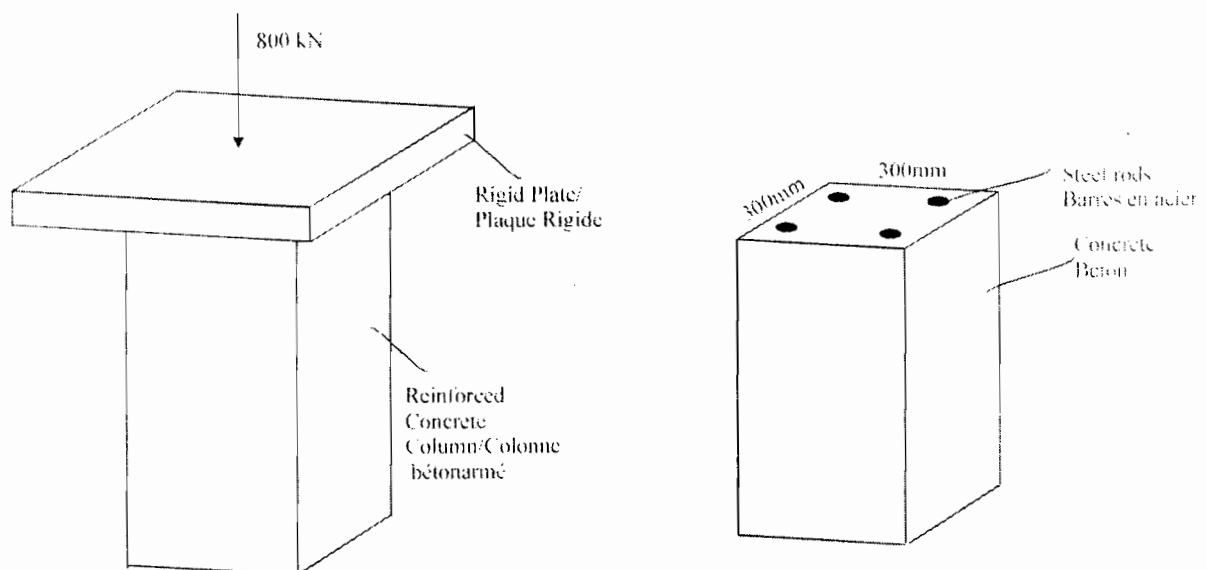

Figure 3
3. A square concrete column of 300×300 mm, as shown in Fig. 3, is reinforced with four identical steel bars. If the column is subjected to an axial compressive force of 800 kN, determine the required diameter of each reinforcing steel bar so that one-fourth of the load is carried by the steel and three-fourths by the concrete. Assume $E_{\text{steel}} = 200$ GPa and $E_{\text{concrete}} = 25$ GPa. (40 points)
3. Une colonne en béton carrée de 300×300 mm, illustrée dans la Fig.3, est renforcée avec quatre barres en acier identiques. Si la colonne est soumise à une force de compression axiale de 800 kN, déterminez le diamètre requis de chaque barre en acier de sorte qu'un quart de la charge soit porté par l'acier et les trois-quarts par le béton. Assumez $E_{acier} = 200$ GPa et $E_{béton} = 25$ GPa. (40 points)